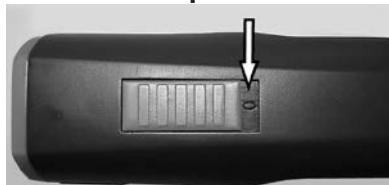

Fig. 4 Interrupteur position arrêt (« 0 »)
1. Examinez les contacts de la tondeuse (1) et de la batterie (2) sur des corps étrangers et des saletés.
2. Assurez-vous que l'interrupteur de la tondeuse est en position arrêt (« 0 ») (Fig.4).
3. Insérez la batterie (2) dans la tondeuse (3) jusqu'à le verrouillage de la batterie (1) s'enclenche des deux côtés.
4. Mettez la tondeuse avec la batterie (1) ou batterie de réserve (2) insérée sans force de haut dans la cavité de chargement en prévue.
6. La batterie se charge. Durant le chargement, la lampe de contrôle (3) est allumée rouge. Dès que la batterie est chargée à 90 %, le témoin passe au vert et la station de recharge passe sur « charge de maintien ».
1. Mettez l'interrupteur à la position arrêt « 0 » (Fig. 4).
2. Appuyez le verrouillage de la batterie (2) des deux côtés vers l'intérieur et enlevez la batterie (1) de la tondeuse.